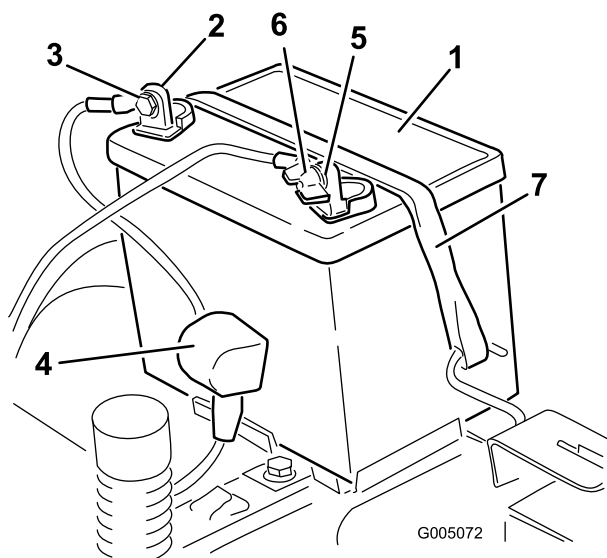

Figure 49
4. Débranchez le câble négatif (noir) de mise à la masse de la borne de la batterie (Figure 49).
6. Débranchez le câble positif (rouge) de la borne de la batterie (Figure 49).
7. Déposez la barrette de maintien de la batterie (Figure 49) et soulevez la batterie de son support.
1. Placez la batterie sur son support (Figure 49).
5. Fixez la batterie en place à l'aide de la sangle de maintien (Figure 49).